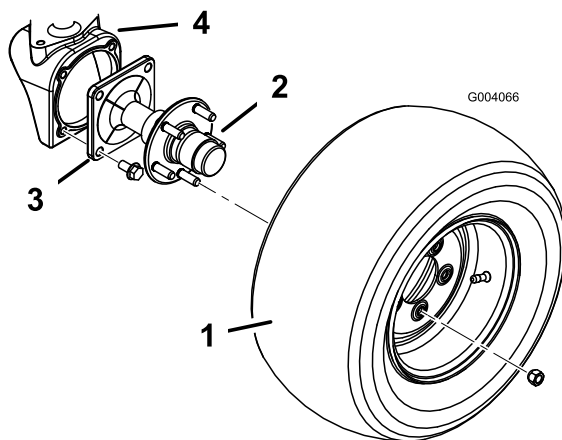

Рисунок 1
3. Отверните 4 фланцевых болта, которые крепят каждый вал колеса к каждой колесной арке (Рисунок 1). Снимите валы колес. Ступицу колеса не нужно снимать с вала.
2. Снимите 5 зажимных гаек, которые крепят каждое заднее колесо к ступице вала колеса (Рисунок 1). Снимите колеса.